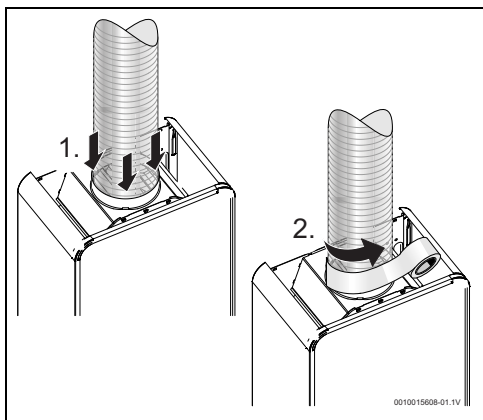

Fig. 12
- debe introducirse en el interior del anillo de la chimenea (→ dimensión del anillo en la Tab. 1), sin huecos, y apoyarse en las conexiones. Si hay huecos, la conexión debe sellarse con material adecuado (Fig. 12),